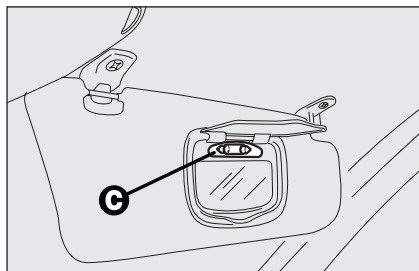

fig. 47
- ❑ sostituire la lampada **C-fig. 47** svincolandola dai contatti laterali, accertandosi che la nuova lampada risulti correttamente bloccata tra i contatti stessi.